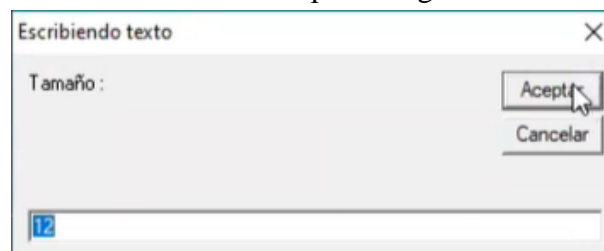

Figura 192. Tamaño de letra.
48. En la tercera ventana, presionar “Aceptar” para que aparezca una nueva ventana e introducir un tamaño de texto adecuado. Presionar “Aceptar”. Figura 192.